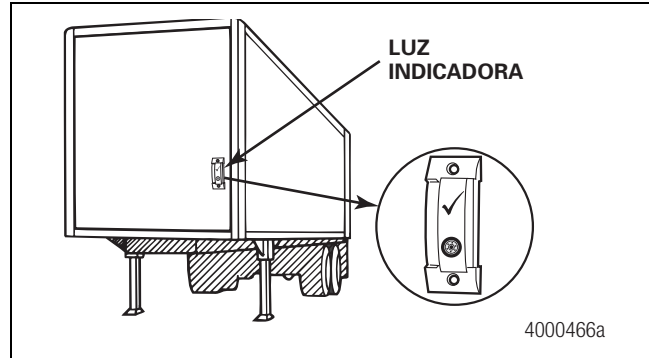

Figura 3.5
6. Compruebe que la luz indicadora se enciende abriendo el grifo de purga en la caja de control. Figura 3.5. La luz indicadora se enciende cuando se abre el grifo y se apaga cuando se cierra el grifo se purga. Figura 3.1.